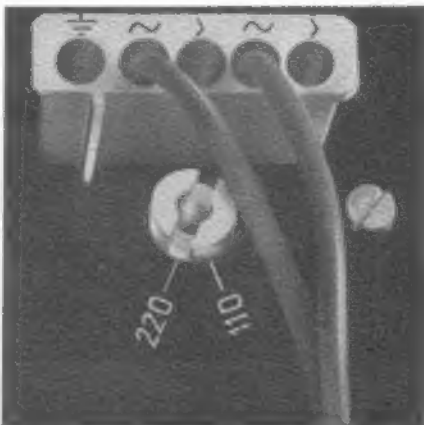

Fig. 2
B. Nr. 213 982; AMP-Nr. 160 565/1 (Fig. 2)
Beim Anschluß des Gerätes an einen Alistromempfänger, Empfänger mit Spartransformator oder Verstärker ähnlicher Schaltung ist eine besondere Schutz-erdung des Chassis erforderlich, für die am Netzanschlußstecker des Gerätes ein Kontakt freigehalten ist (Fig. 2 und 3).